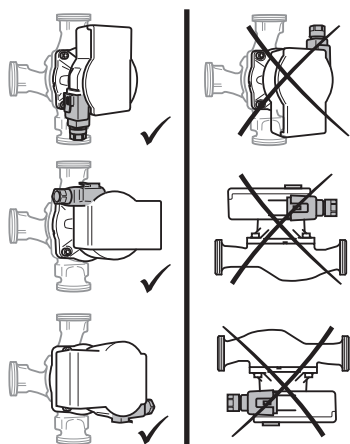

Fig. 2: Poziții de montare
- Locul de instalare trebuie ales în funcție de poziția de montare admisă (Fig. 2).
- Respectați poziția de montaj admisă (Fig. 2) pentru pompă, rotind după caz capul motorului (2+6).
- Respectați poziția de montare admisă (Fig. 2) și țineți cont de săgeata care indică direcția de curgere de pe carcasa pompei (1).
- Strângeți bine cele 4 șuruburi de la carcasă (5).